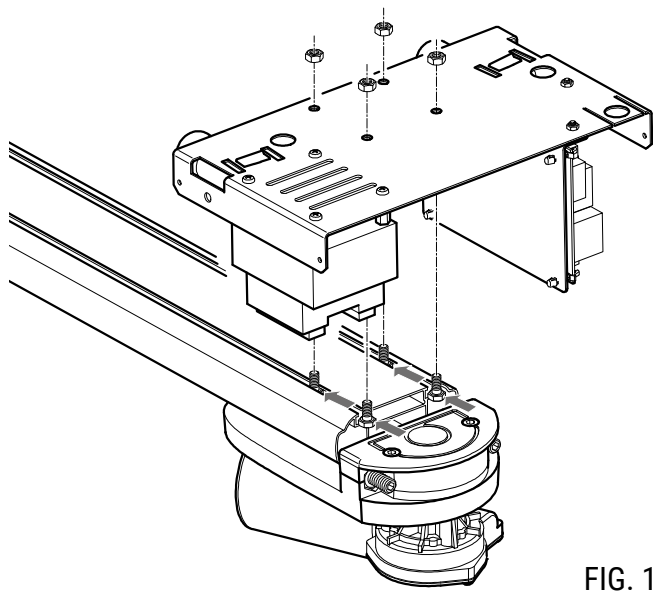

FIG. 1
1. Inserire nella guida di alluminio le quattro viti, inserire la base e stringere con i quattro dadi (fig. 1).
1. Insert the four screws into the aluminium rail; insert the base part and secure with the four nuts (fig. 1).
1. In die Aluminiumführung die vier Schrauben einsetzen, das Unterteil einsetzen und mit den vier Muttern anziehen (Abb. 1).
1. Introduire les quatre vis dans le rail en aluminium, introduire la base et serrer avec les 4 écrous (fig. 1).
1. Introduzca en la guía de aluminio los cuatro tornillos, introduzca la base y apriete los tornillos con las cuatro tuercas (fig. 1).
1. Coloque na guia de alumínio os quatro parafusos, coloque a base e aperte com as quatro porcas (fig. 1).